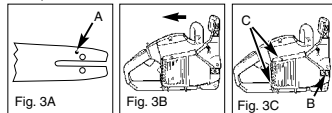

Fig. 3A
Pour s'assurer que la chaîne et guide-chaîne soient huilés, UTILISER EXCLUSIVEMENT LE TYPE DE GUIDE-CHAÎNE D'ORIGINE ayant un orifice pour huile (A) comme illustré ci-dessus. (Fig. 3A)